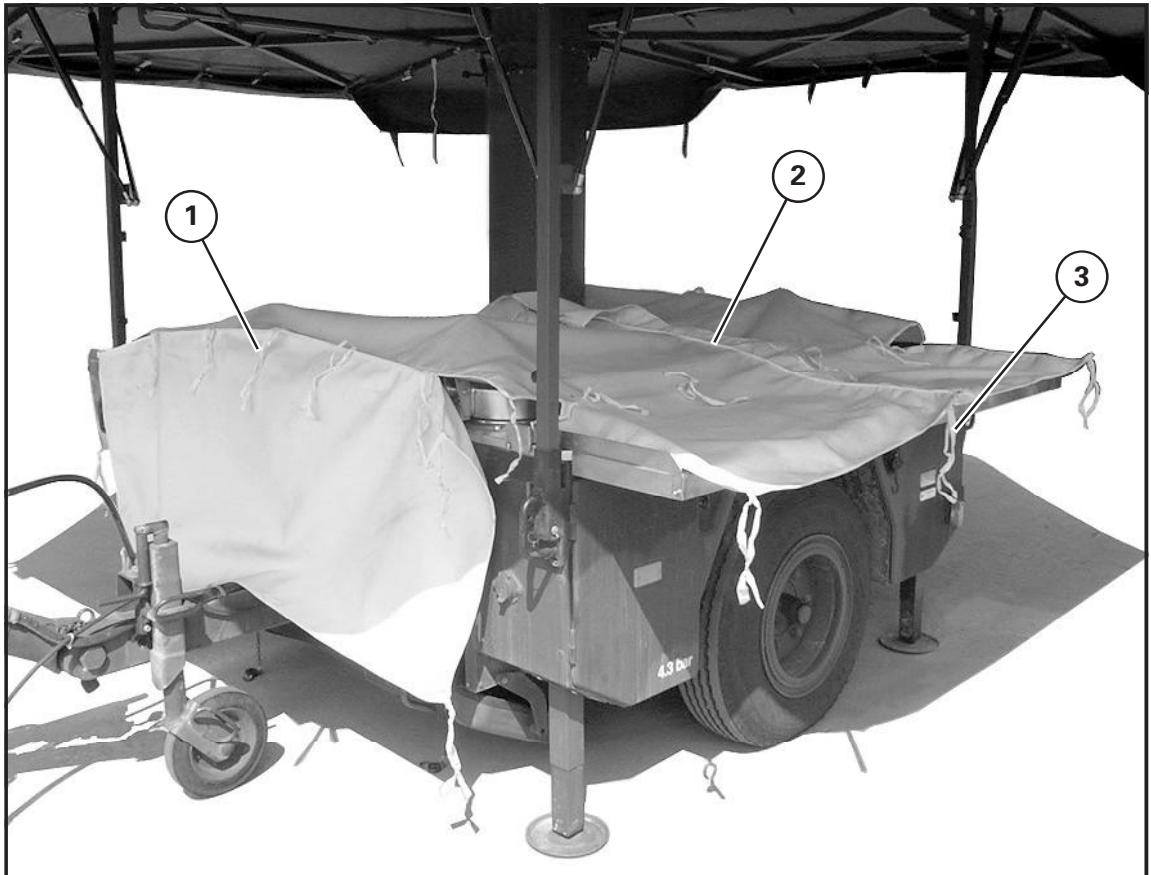

Bild 71 Fettvlies anbringen
- Trockenes Fettvlies gemäß Bild 71 mit der beschichteten Seite nach unten (Flies nach oben) ablegen und mittig ausrichten.